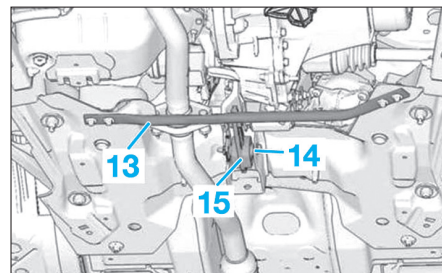

Fig. 5
- la barre anti-rapprochement (13) (Fig.5),